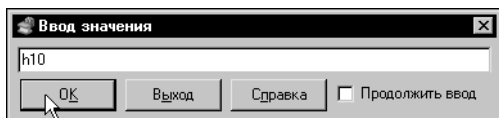

Рис. 4.5.
10. В появившемся на экране диалоговом окне ввода значения введите значение *h10* и нажмите кнопку **ОК** (рис. 4.5).